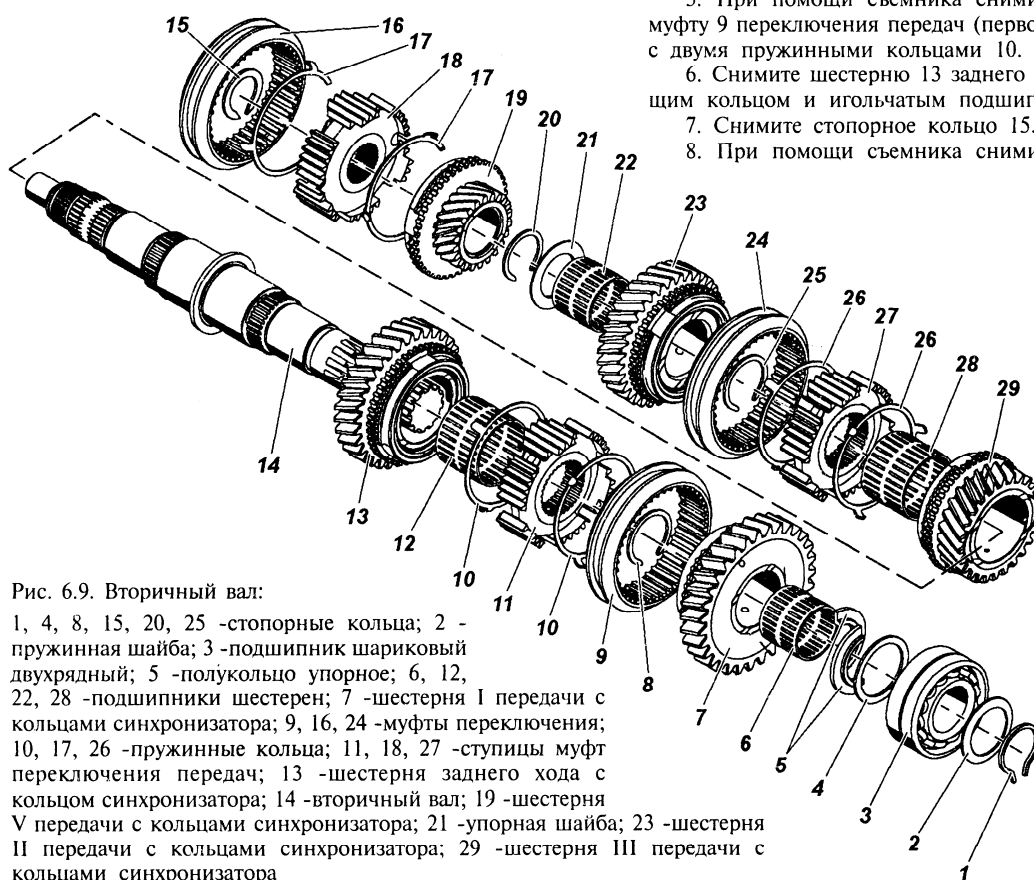

Рис. 6.9. Вторичный вал:
1. Снимите стопорное кольцо 1 (рис. 6.9) подшипника 3 и пружинную шайбу 2.